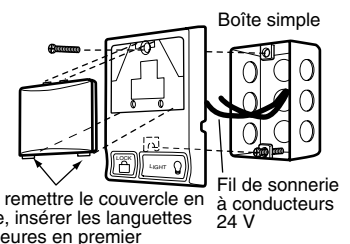

Figure 3 PANNEAU COMMANDE DE PORTE (ARRIÈRE)
- Dénuder 1/4 de pouce à chaque extrémité des fils de sonnerie; brancher les fils sur les deux bornes filetées qui se trouvent à l'arrière de la commande de porte et ceci d'après : blanc à 2; blanc/rouge à 1 (Figure 3).